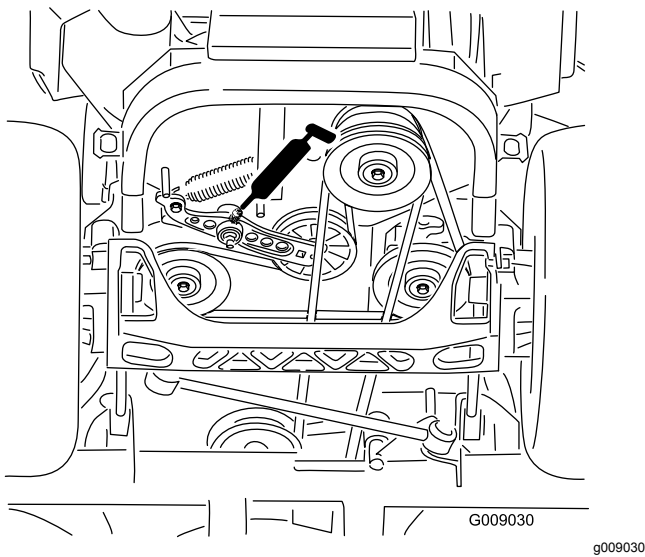

Figure 44
4. Graissez le bras de la poulie de tension de la courroie d'entraînement (Figure 44).